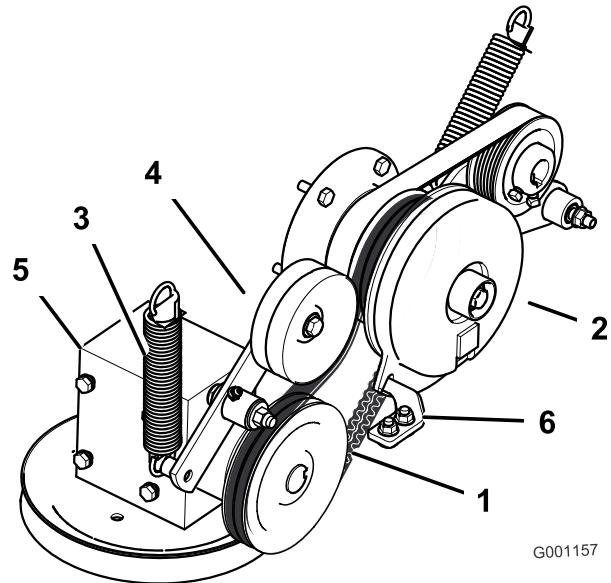

Figure 58
- 4. Décrochez le ressort du bras de la poulie de tension (Figure 58).
- 7. Montez la nouvelle courroie entraînement de PDF autour de la poulie débrayage et de la poulie du boîtier dengrenages (Figure 58).
- 9. Raccrochez le ressort au bras de la poulie de tension (Figure 58).